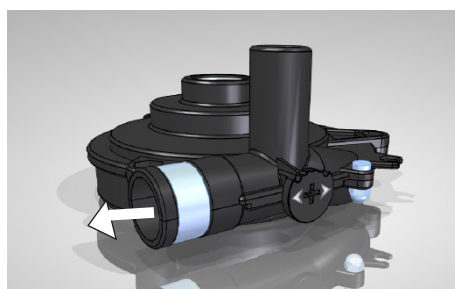

Fig 7.6.1 Bomba configurada en la posición de **circulación INTERNA**.
- Circulación **INTERNA**: El agua sale de la bomba por el tubo horizontal (Ver fig 7.6.1). Con esta configuración se consigue una buena homogeneización de la temperatura en el líquido de la cubeta.